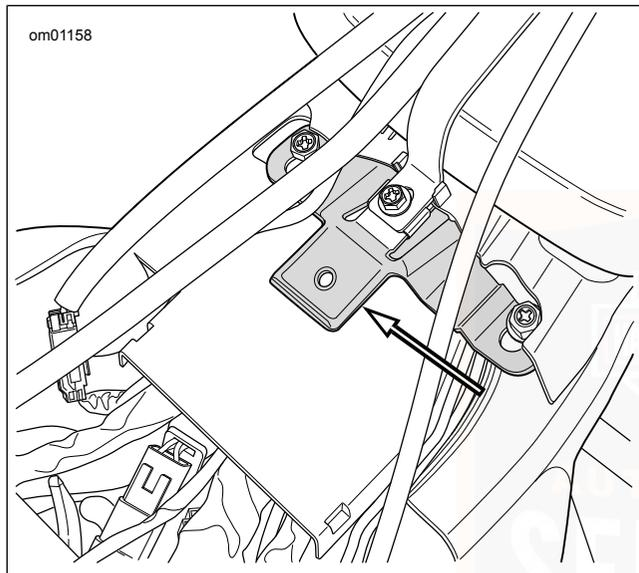
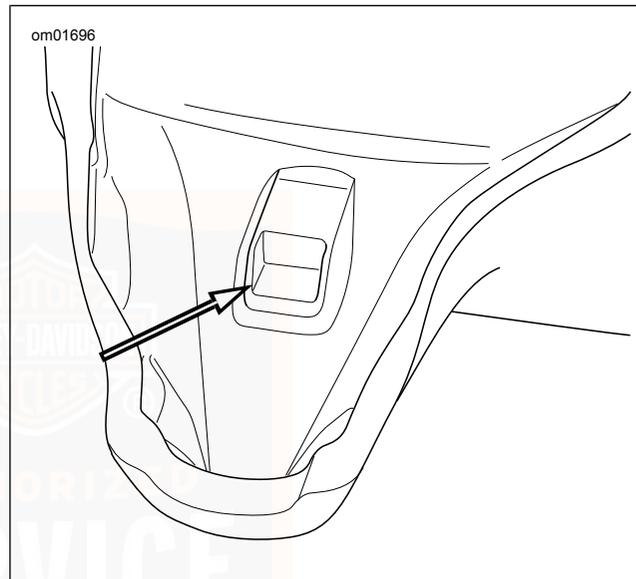

Abbildung 103. Sitzunge
Abbildung 104. Sitzbefestigungsschlitz
6. Siehe Abbildung 103 und Abbildung 104. Den Sitz hinten anheben. Den Sitz nach hinten ziehen, um die Zunge aus dem Schlitz des Sitzes zu lösen.
1. Siehe Abbildung 103 und Abbildung 104. Den Schlitz des Sitzes an der Zunge hinter dem Tank ausrichten. Den Sitz nach vorn drücken, bis der Sitz einrastet.